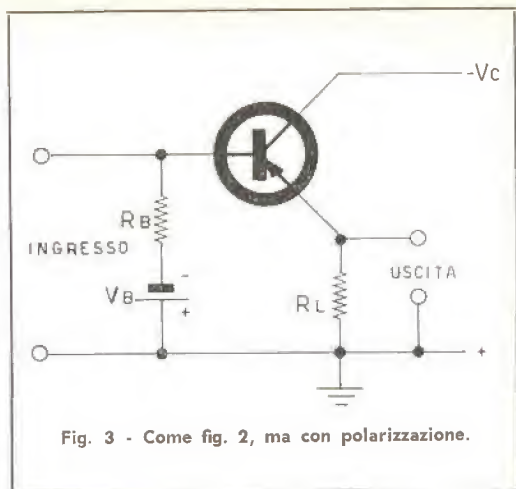
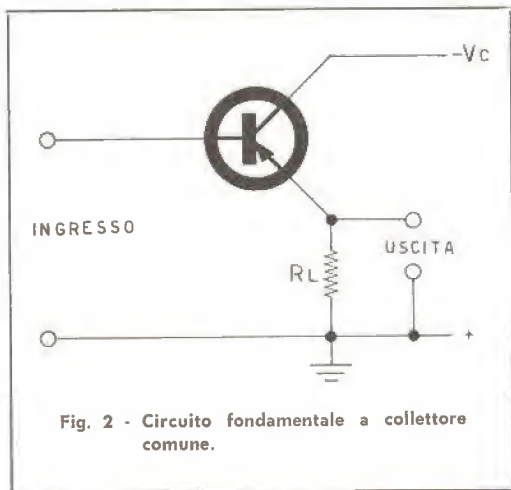

Fig. 3 - Come fig. 2, ma con polarizzazione.
Fig. 2 - Circuito fondamentale a collettore comune.
Ciò premesso, entriamo nel vivo del problema e scartiamo senz'altro i circuiti fondamentali a emittore comune e a base comune, i meno adatti per i nostri fini. Analizzeremo così il solo circuito a collettore comune riportato in forma fondamentale nella fig. 2. Tale disposizione per sua natura presenta la più elevata impedenza d'ingresso; e vedremo che ci saranno possibili brillanti soluzioni. Nel circuito a collettore comune (fig. 2) l'impedenza d'in-
Quest'espressione semplicissima (molto usata nella pratica) ci dice che l'impedenza d'ingresso del circuito di fig. 2 è pari al prodotto del guadagno in corrente del transistor,  $\beta$ , per l'impedenza di carico,  $R_L$ . Quindi il nostro problema, in base alla (2), si risolve scegliendo opportunamente alti  $\beta$  e  $R_L$ . A esempio con  $\beta=150$  e  $R_L=3.000$  ohm, si avrebbe un'impedenza d'ingresso di 450.000  $\Omega$  in molte applicazioni più che sufficiente.
Alla fine di questo articolo otterremo appunto le migliori soluzioni con transistori planari. Fin qui abbiamo trattato del circuito di fig. 2, evidentemente incompleto. Nella pratica si presenterà la necessità di polarizzare opportunamente la base del transistor, onde portarlo a funzionare nella regione prevista. Una semplice resistenza  $R_B$  collegata a una tensione negativa conseguirà lo scopo. Ma il circuito di fig. 3 non è più quello di fig. 2 e la relativa